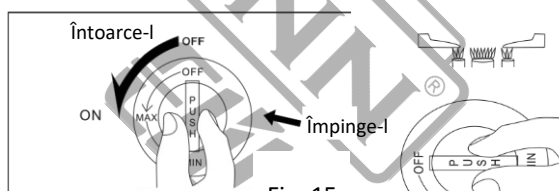
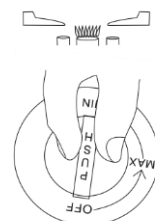

Fig. 15
Fig. 16
- a. Deschideți robinetul principal de gaz. Împingeți butonul de control al gazului înăuntru și rotiți-l spre poziția MAX (în sens invers acelor de ceasornic) până când auziți un clic. Asigurați-vă că arzătorul a fost aprins (Fig.15) în această poziție, arzătorul dublu va aprinde atât arzătorul mic, cât și cel mare. Pentru a utiliza doar arzătorul mic, eliberați butonul de control al gazului și rotiți-l mai departe spre poziția MIN. (Fig. 16)